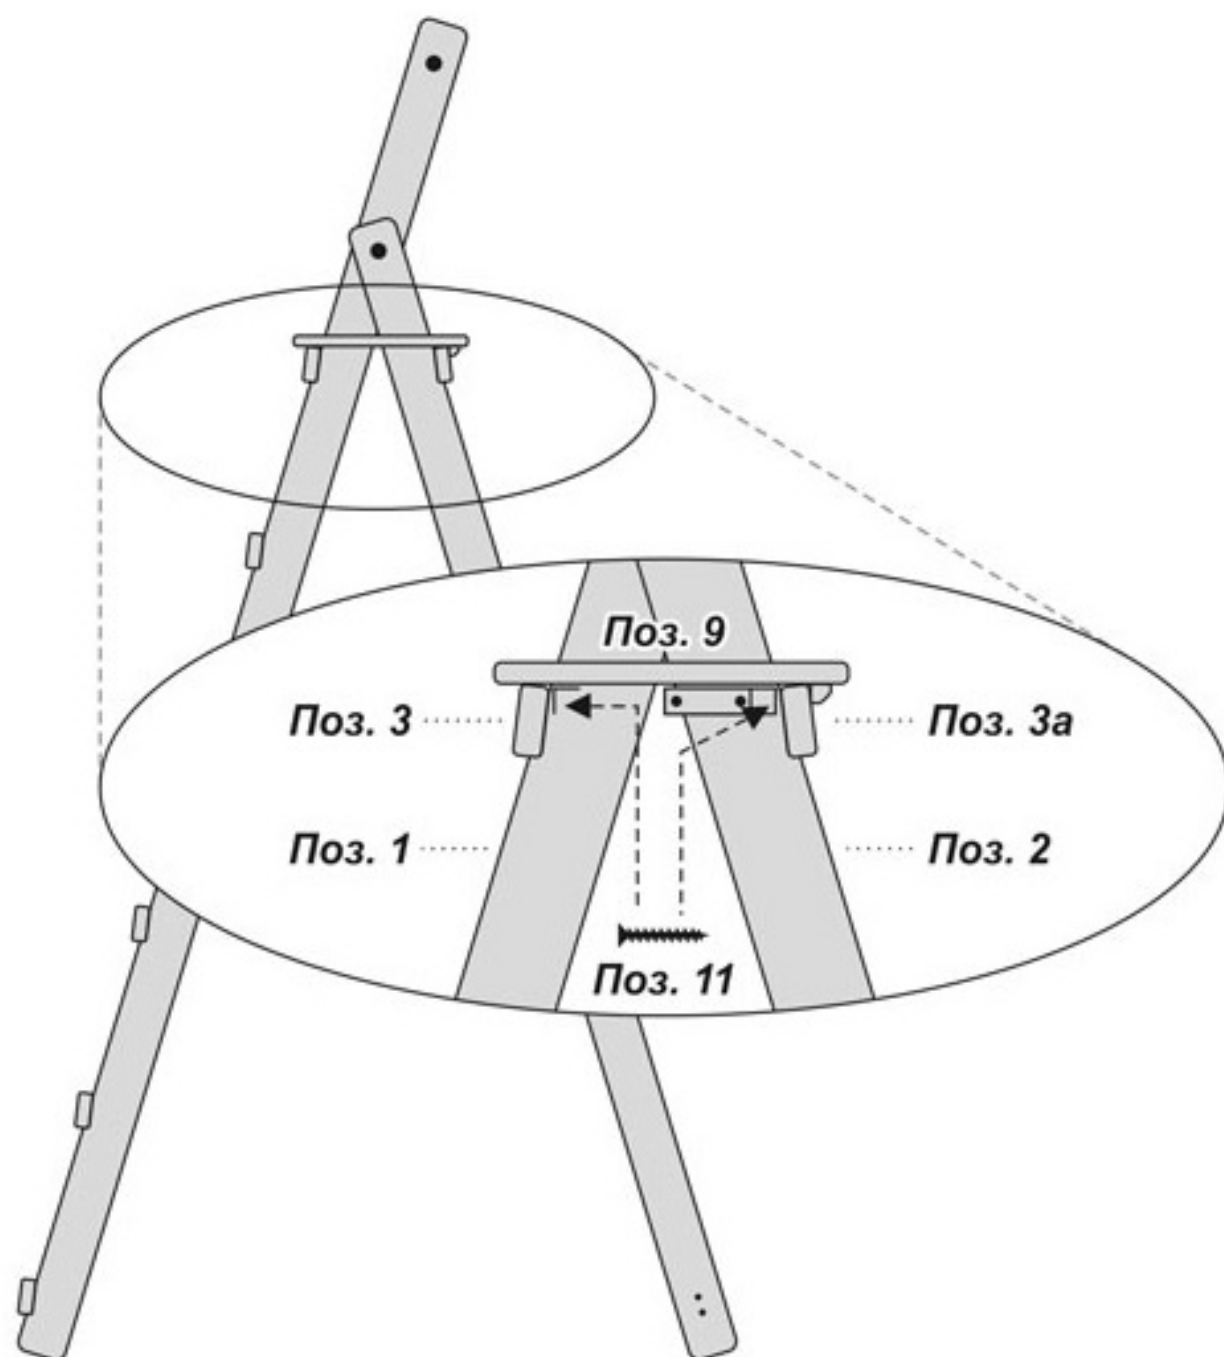

рисунок 7
10. Установка площадки (рис. 7):